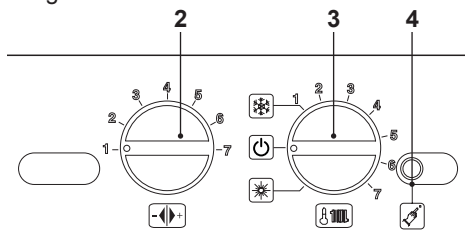

Figura 7.8
- Spegner la caldaia portando il selettore di funzione (3) sulla posizione  come in Figura 7.8.